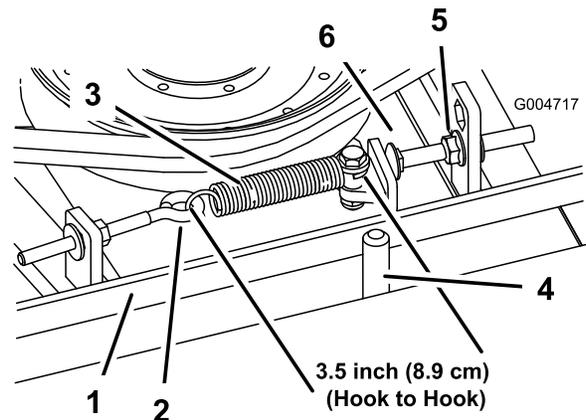

Figure 70
Lorsqu'il est correctement tendu, le ressort d'extension (d'un crochet à l'autre) doit mesurer environ 8,9 cm  $\pm 6$  mm (intérieur). Lorsque le ressort est correctement tendu, ajustez le boulon de butée (boulon de carrossier) jusqu'à obtenir un jeu approximatif de 3 +1,5/0,0 mm entre la tête du boulon et le bras de la poulie de tension (Figure 70).
**Remarque:** La courroie doit être placée du côté ressort du guide (Figure 70).
2. Desserrez le boulon à œil pour pouvoir enlever le ressort d'extension (Figure 70).
3. Desserrez l'écrou à embase qui fixe le boulon de butée à la patte de montage. Reculez l'écrou suffisamment pour que le bras de la poulie de tension passe le boulon de butée (Figure 70). Éloignez la poulie de tension de la courroie pour détendre cette dernière.
8. Raccrochez le ressort d'extension (Figure 70) au boulon à œil et tendez la courroie comme suit :